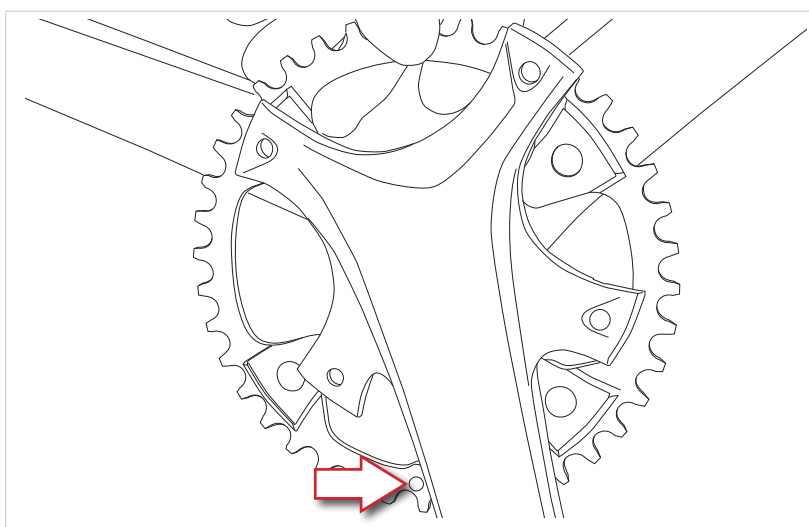

Abb.6
- **FÜR EKAR:** Positionieren Sie das neue Kettenrad auf dem Träger der Kettenradgarnitur. Sorgen Sie dafür, dass der Stift am Kettenrad mit der Kurbel übereinstimmt (**Abb.6**).